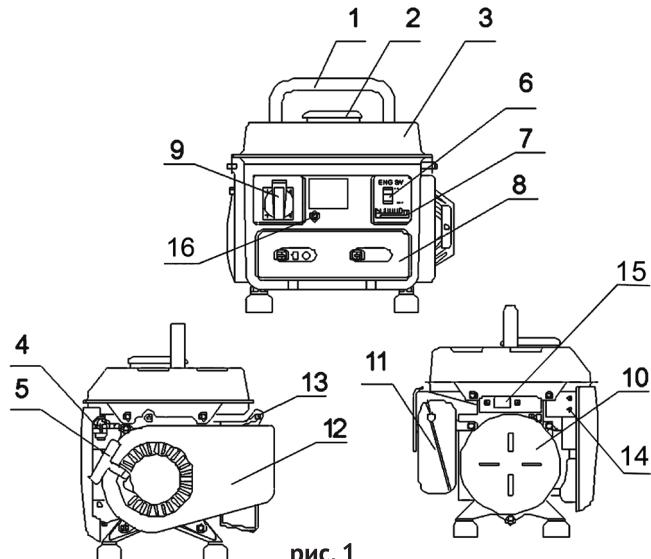

рис. 1
ратора. Передача осуществляется через коническое сопряжение ротора генератора и вала двигателя. При этом образуется самоцентрирующаяся трёхпорная схема соединения. С обмоток статора генератора напряжение подводится: через систему стабилизации на розетку переменного тока (рис.1 поз.9); через выпрямительный блок на розетку постоянного тока (рис.1 поз.15).
2.4 Общий вид бензогенератора представлен на рис.1
3.1 Переносной автономный бензогенератор относится к классу генераторных установок переменного тока, с приводом от двигателя внутреннего сгорания общего назначения. Механическая энергия, выработанная бензиновым двигателем (рис.1 поз.12) внутреннего сгорания, преобразуется генератором (рис.1 поз.10) в электрическую энергию со стандартными характеристиками сети переменного тока: напряжение – 220 В, частота – 50 Гц. От неё питаются бытовые приборы при отсутствии стационарной электросети. Кроме того генератор преобразует энергию в сеть постоянного тока (12 В), которая используется для зарядки автомобильных (и других) аккумуляторов.
Электрическая сеть подключения потребителей относится к системе с изолированной нейтралью, предусматривающей защитное заземление открытых токопроводящих частей корпуса. В зависимости от местных условий (состав грунта, его влажность и т.п.) изменяется качество заземления. Во всех случаях защитное заземление должно иметь сопротивление не более 4-х Ом. Во время работы бензогенератора его клемма заземления (рис.1 поз.14) должна быть подсоединенна к заземлителю. Практически это требование может быть реализовано следующими способами:
- перевести выключатель зажигания (рис.1 поз.6) в положение «ВКЛ.»;
- открыть топливный кран (рис.1 поз.4);
- перевести рычаг управления воздушной заслонкой (рис.1 поз.7) в крайнее левое положение «закрыто» при пуске холодного двигателя (для прогретого двигателя рычаг устанавливается в промежуточном положении);
- резко, с усилием потяните рукоятку стартёра (рис.1 поз.5) до упора, повторите действие ещё раз, если двигатель не завёлся.
После прогрева двигателя в течение 10-40 секунд (в зависимости от начальной температуры), перевести рычаг воздушной заслонки (рис.1 поз.7) в крайнее правое положение «открыто».
- перевести выключатель зажигания (рис.1 поз.6) в положение «ВыКЛ.»;
- закрыть топливный кран (рис.1 поз.4).
- выход постоянного тока (рис.1 поз.15) можно использовать только для 12-ти вольтовых потребителей.
При перегрузке может сработать защита генератора. Проверьте суммарную мощность подключённого оборудования. Отключите лишнее. Включите автомат защиты, утопив кнопку (рис.1 поз.16) до фиксации.
Внимание! Все работы по техническому обслуживанию следует проводить при выключенном двигателе и отсоединенном колпачке высоковольтного провода свечи зажигания (рис.1 поз.13).